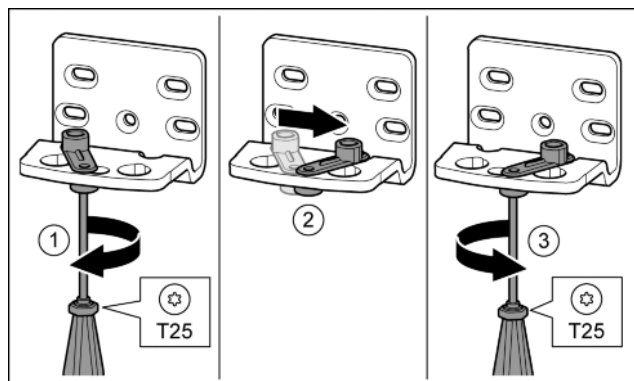

Fig. 16\*
- ▶ Visser la vis sans serrer avec un tournevis T25.\* Fig. 16 (1)
- ▶ Soulever le ressort de fermeture et le tourner de 90° à droite dans l'alésage.\* Fig. 16 (2)
- ▶ Serrer la vis avec un tournevis T25.\* Fig. 16 (3)